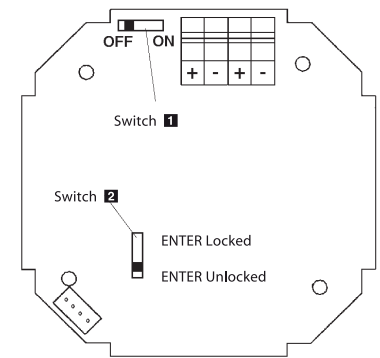

Figura 7
7. Encienda el flujómetro – Extraiga cuatro tornillos y la tapa, y lleve el interruptor a la posición "ON" [Encendido] (consulte la Figura 7).
8. Bloqueo de la tecla ENTER – La tecla ENTER puede bloquearse para evitar el acceso al menú de calibración, en especial la reinicialización de los totalizadores. Retire la tapa y lleve el interruptor a la posición "ENTER locked" [ENTER desbloqueada] (consulte la Figura 7).
- Asegúrese que el flujómetro se encuentre encendido (consulte la Figura 7)